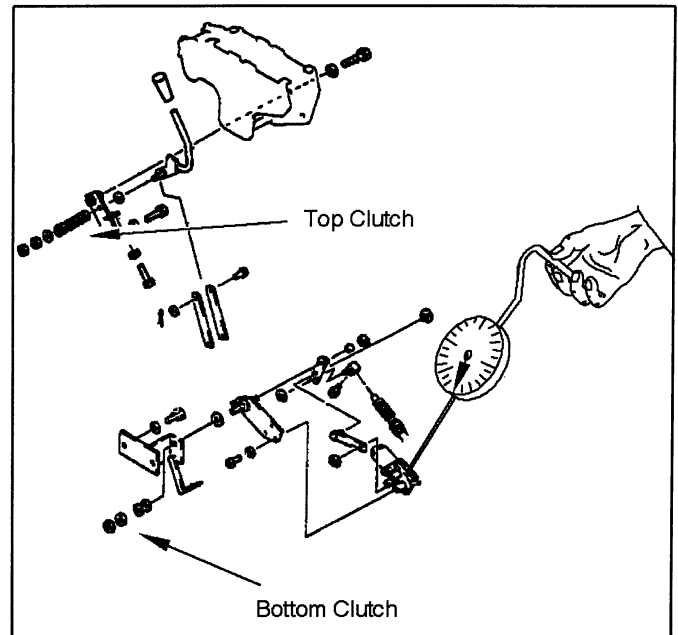

FIG. 5A
A. With the Throttle control lever disconnected, install the scale on the upper cross of the decel motor as shown in Fig. 5A. (*Con el acelerador desconectado, instale el medidor de carga en el motor de desaceleración, tal como lo indica la Fig. 5A*).